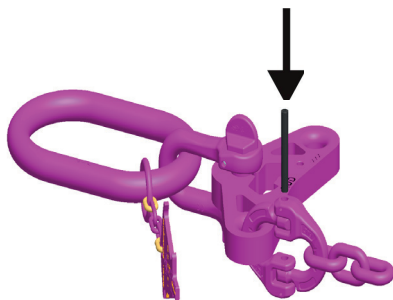

Fig. 14 : Montage de l'axe du maillon d'assemblage
5. Insérez les axes noirs dans les trous des yeux (fig. 14) Les deux moitiés du maillon d'assemblage sont maintenant reliées entre elles sans être fixées.